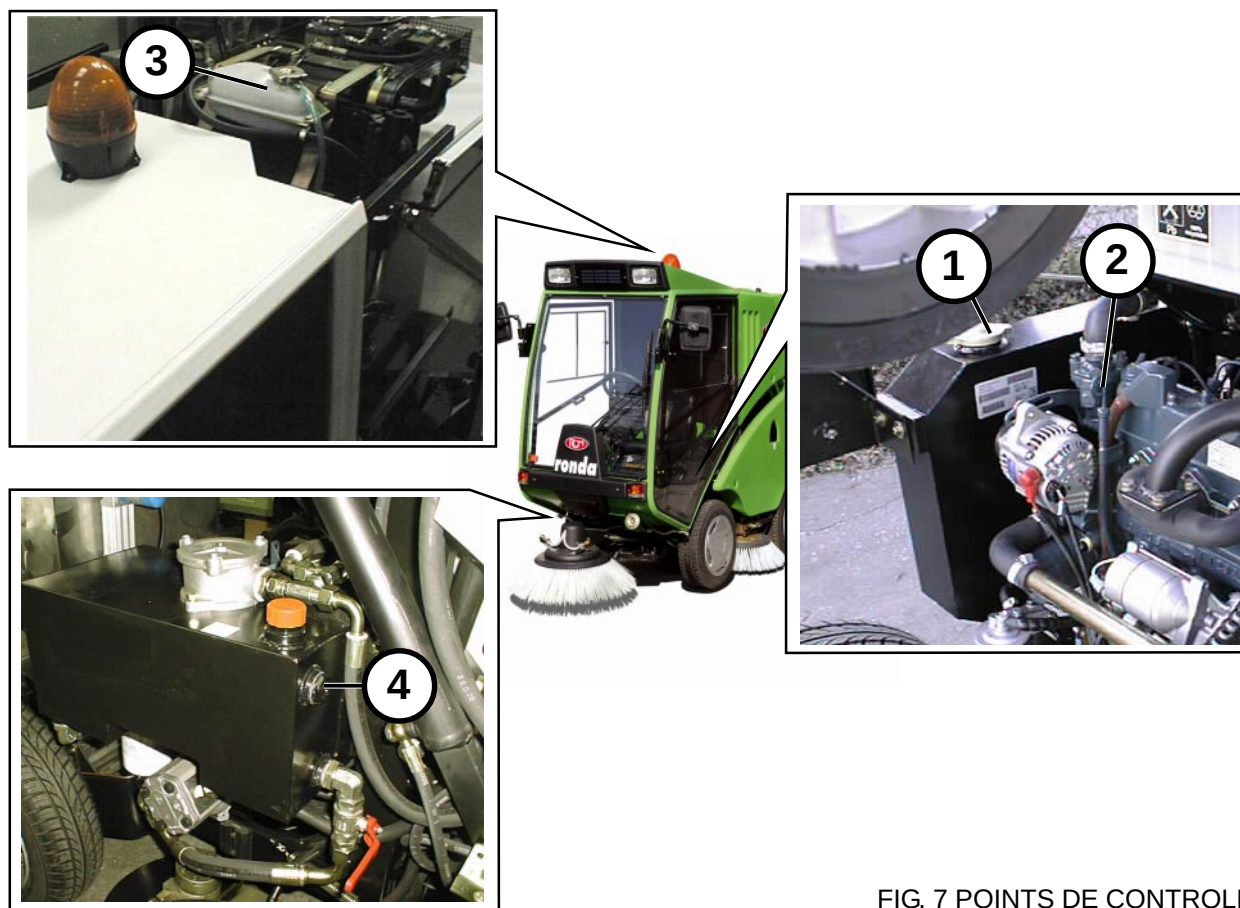

FIG. 7 POINTS DE CONTROLE
*Contrôler le niveau de carburant dans le réservoir 1 (FIG. 7); au besoin ajouter la quantité nécessaire de gasoil pour traction (la capacité du réservoir est d'environ 25 litres).*